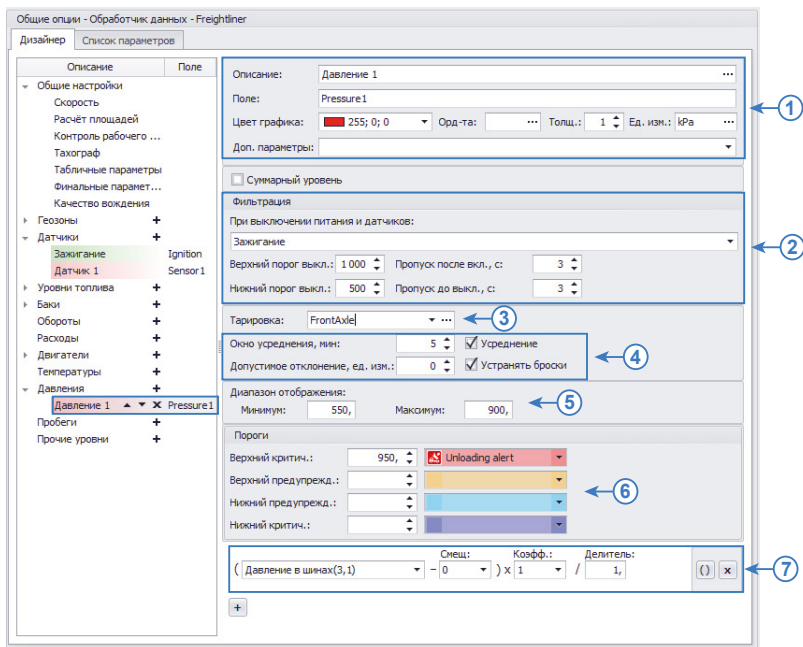

Рис.58. Создание параметра температуры.
Для обработки показаний давления необходимо добавить новый параметр в группу «Давления» Дизайнера (Рис.58).
1. Общие настройки (Рис.58, п.1). Общие настройки описаны в разделе «Общие настройки параметров», поэтому в данном разделе их настройка рассматриваться не будет.
2. Настройка первичной фильтрации показаний давления (Рис.58, п.2)
3. Настройка тарировочной таблицы (Рис.58, п.3)
В некоторых случаях могут иметь место резкие скачки и отклонения показаний, которые могут быть отфильтрованы путем усреднения. Фильтрация осуществляется путем усреднения показаний в течение интервала (окна усреднения) и оценки отклонения показаний датчика относительно средних значений. Если текущее показание превышает среднее значение на величину больше, чем допустимое отклонение, то показание будет отфильтровано. Для фильтрации бросков необходимо включить опцию «Устранять броски» и настроить следующие параметры фильтрации (Рис.58, п.4):
Диапазон показаний может быть ограничен. В этом случае на графике параметра давления будут отображаться только те значения, которые не выходят за пределы разрешенного диапазона. Для ограничения диапазона показаний необходимо перейти в группу настроек «Диапазон отображения» и настроить следующие поля (Рис.58, п.5):
Пороги настраиваются в блоке настроек «Пороги». Всего может быть настроено 4 порога (Рис.58, п.6): верхний критический, верхний предупреждения, нижний предупреждения и нижний критический. Для того чтобы порог обрабатывался, необходимо задать значение порога и присвоить иконку.
7. Расчет показаний давления (Рис.58, п.7)